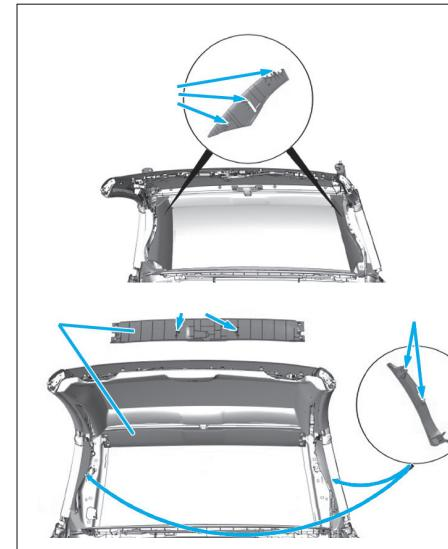

FIG. 43
- Dégrader les garnitures de la lunette AR comme illustré (Fig.43).